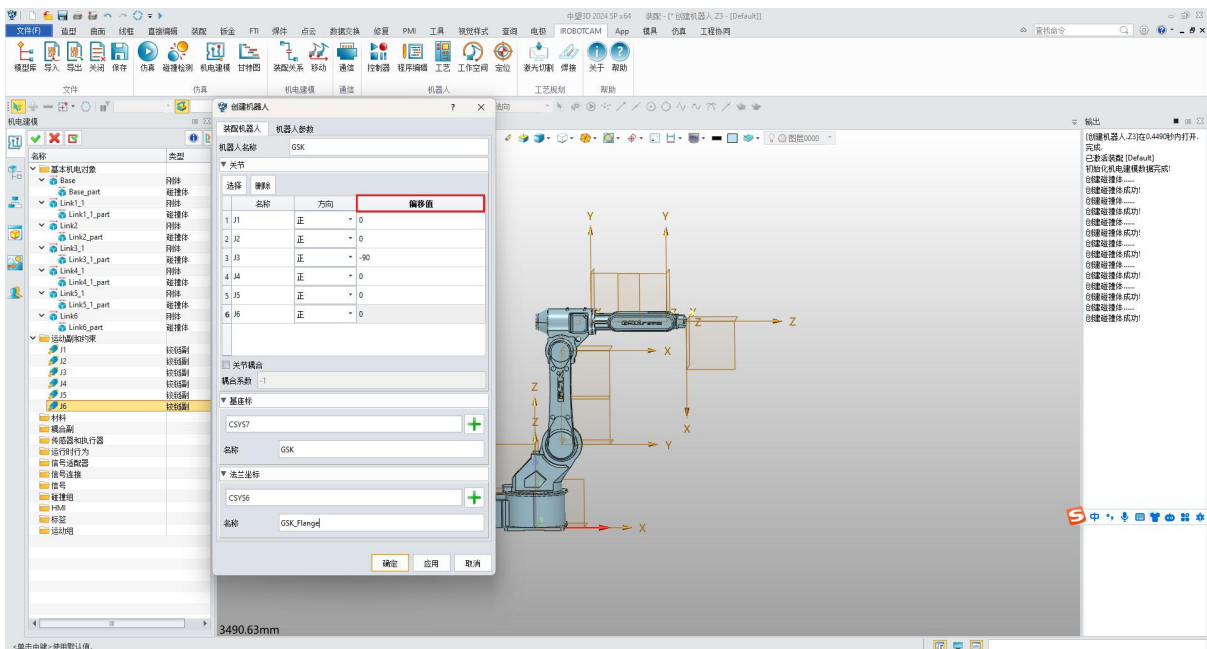

图 8-20：装配机器人
- 选择“GSK\_Base”作为“基座坐标 CSYS8”，选择“GSK\_Flange”作为“法兰坐标 CSYS7”（图 8-20）。